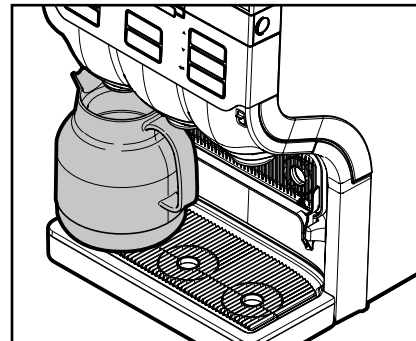

Fig. 12
- Placez votre verseuse sur le bac égouttoir. (Fig. 12)